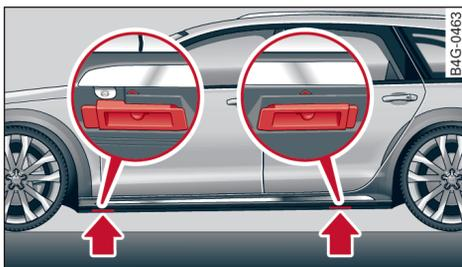

图 286 车门槛：标记
- ▶ 在装有不锈钢车门饰条的车上：在车门槛上寻找离待更换车轮最近的标记（冲印） ⇨ 图 286。在边梁上的标记后就是汽车千斤顶\*的支撑点。